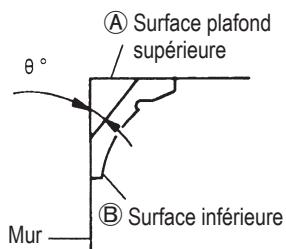
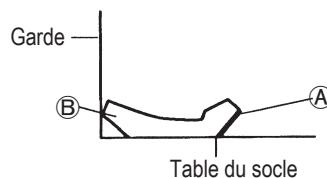

Fig. 41
Fig. 46
Fig. 41 montre deux types de corniche complexe courants ayant des angles de ( $\theta$ )  $38^\circ$  et de  $45^\circ$ . Pour les montures de corniche complexe, voir la Fig. 41.
- Disposer la corniche complexe de façon que la surface inférieure (B) sur la Fig. 41) touche la garde comme indiqué à la Fig. 46.
- Disposer la corniche complexe de façon que la surface supérieure (B) sur la Fig. 41) touche la garde comme indiqué à la Fig. 49.
- Disposer la corniche complexe de façon que la surface inférieure (Ⓐ sur la Fig. 41) touche la garde comme indiqué à la Fig. 50.